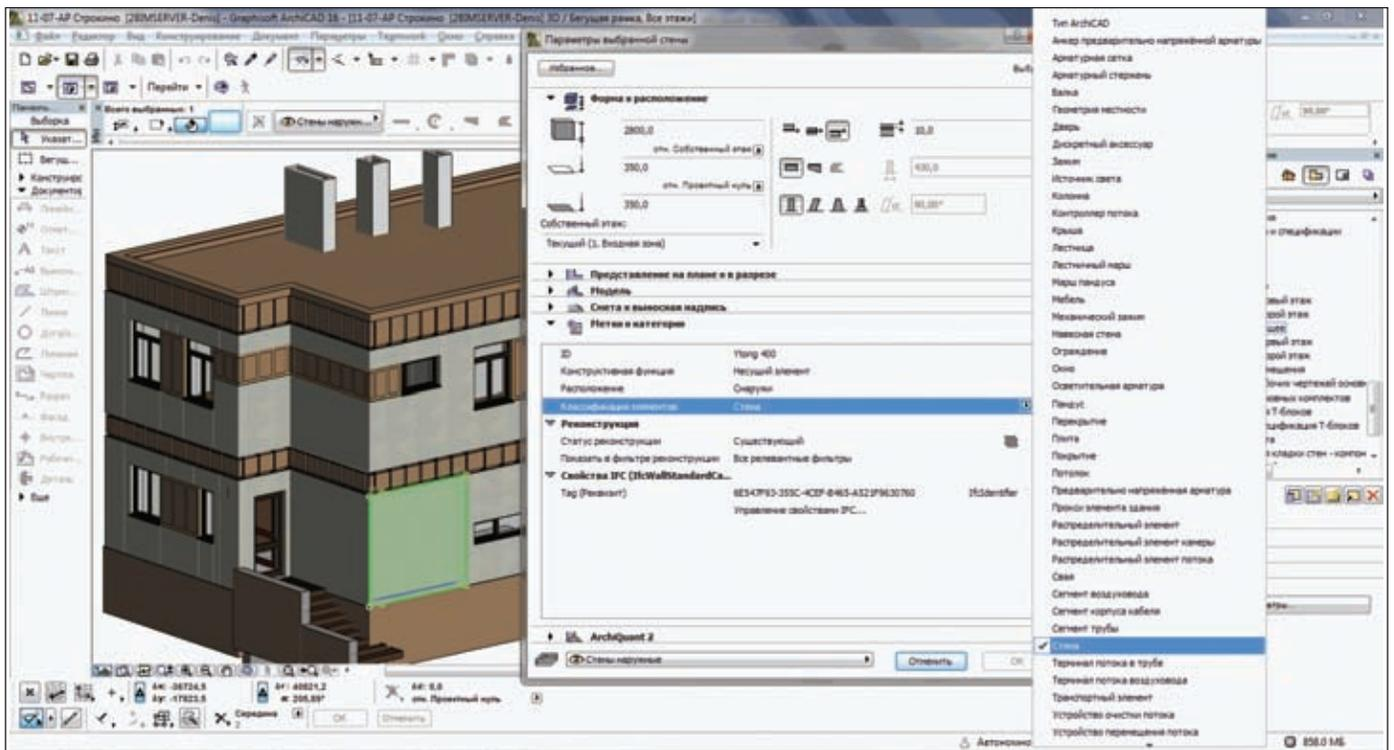

Рис. 4. Классификация элементов позволяет более точно передавать модель из одной BIM-среды в другую
- в свойствах каждого элемента есть характеристики, которые классифицируют элемент по различным направлениям: архитектор может задавать несущую функцию элемента (которая также помогает при фильтрации модели – см. этап №1), расположение объекта (интерьерный объект либо экстерьерный), статус реконструкции (объект под снос, вновь возводимая или временная конструкция) и класс элемента (рис. 4). О последнем поговорим подробнее.